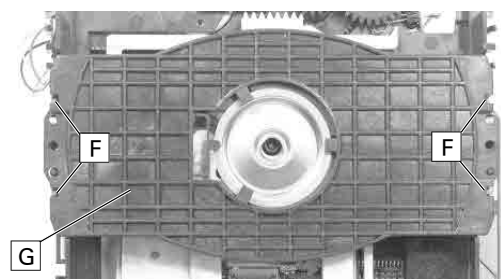

Fig. 8
- 4 Rastnasen **F** (Fig. 8) ausrasten und DVD-Abdeckung **G** abnehmen.
- Disengage the 4 locking lugs **F** (Fig. 8) and remove the DVD cover **G**.